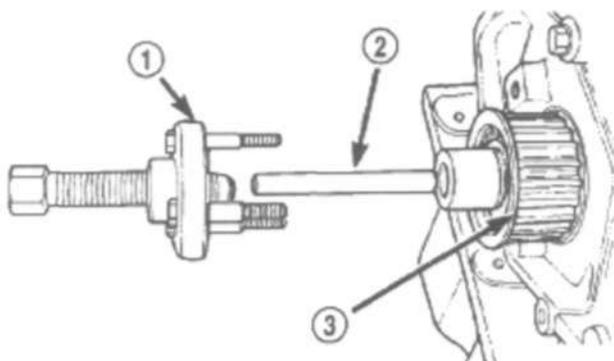

Рис. 82 Звездочка коленчатого вала - снятие.
- (1) Отсоединить минусовый провод АКБ.
- (2) Снять ремень ГРМ. (см. п. 9. ДВИГАТЕЛЬ/ФАЗЫ ГАЗОРАСПРЕДЕЛЕНИЯ/РЕМЕНЬ ПРИВОДА ГРМ/ЦЕПЬ И ЗВЕЗДОЧКИ СНЯТИЕ).
- (3) Снять заднюю крышку ремня ГРМ (м. п. 9. ДВИГАТЕЛЬ/ФАЗЫ ГАЗОРАСПРЕДЕЛЕНИЯ/РЕМЕНЬ ПРИВОДА ГРМ/КРЫШКА(И) ЦЕПИ - СНЯТИЕ).
- (4) Снять масляный поддон (см.п.9. ДВИГАТЕЛЬ/СМАЗКА/МАСЛЯНЫЙ ПОДДОН-СНЯТИЕ)
- (5) Снять звездочку коленвала при помощи спец. приспособлений 6793 и С-4685-С2 (Рис. 82).